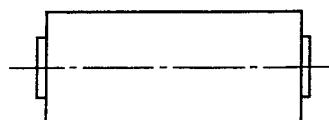

Fig. 5-6
- 4) Gently turn the guide rollers on both sides counterclockwise until the envelope becomes as shown in Fig. 5-6.
- 5) After the adjustment is complete, eject the tape, then load it again and confirm whether or not the envelope is as shown in Fig. 5-6. If NOT, go back to 1), and perform the adjustment again.
- 4) 両側のガイドローラーを互いに少しずつ左側に回し、エンベロープを Fig. 5-6 のような形状にする。
- 5) 調整後、一度テープをEJECTし、再度ローディングを行ないエンベロープが Fig. 5-6 のような形状になっているかを確認する。なっていない場合には、再度 1) 項に戻って調整する。